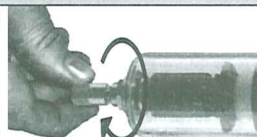
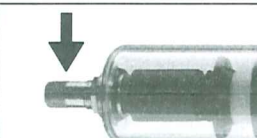

Fig.1
Fig.2
(IT) Per il funzionamento automatico, svitare completamente la vite (fig.1). Se si desidera scaricare manualmente la condensa, avvitare completamente la vite (fig.2)